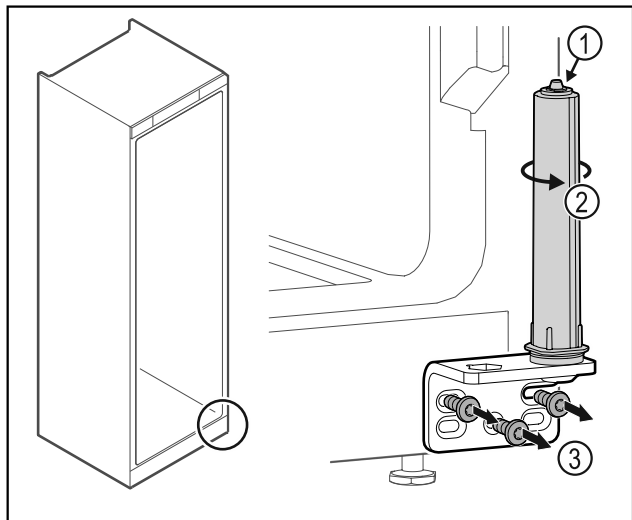

Fig. 31
- ▶ Ikke ta fra hverandre dørlukkesystemet Fig. 31 (1).
- ▶ Drei på lukkesystemet Fig. 31 (2) til det sier klink.
- ▶ Skru av hengselvinkelen Fig. 31 (3).